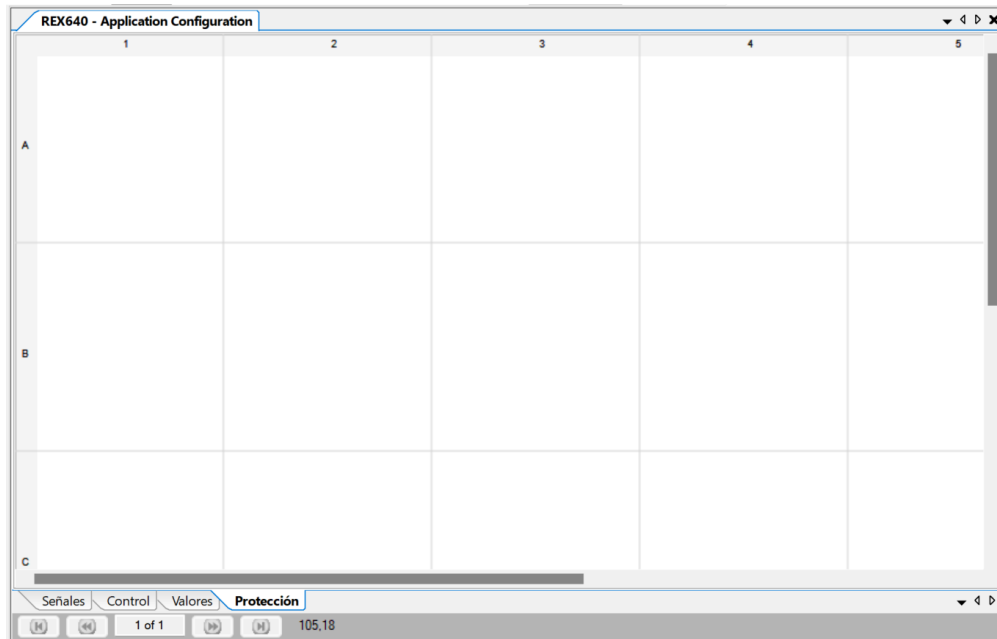

Imagen 209_Nueva pestaña en blanco con el nombre de "Proteccion".
4.1.4 En la ventana de “*Application Configuration*” deberemos de tener la pantalla en blanco como se muestra en la **Imagen 209**.